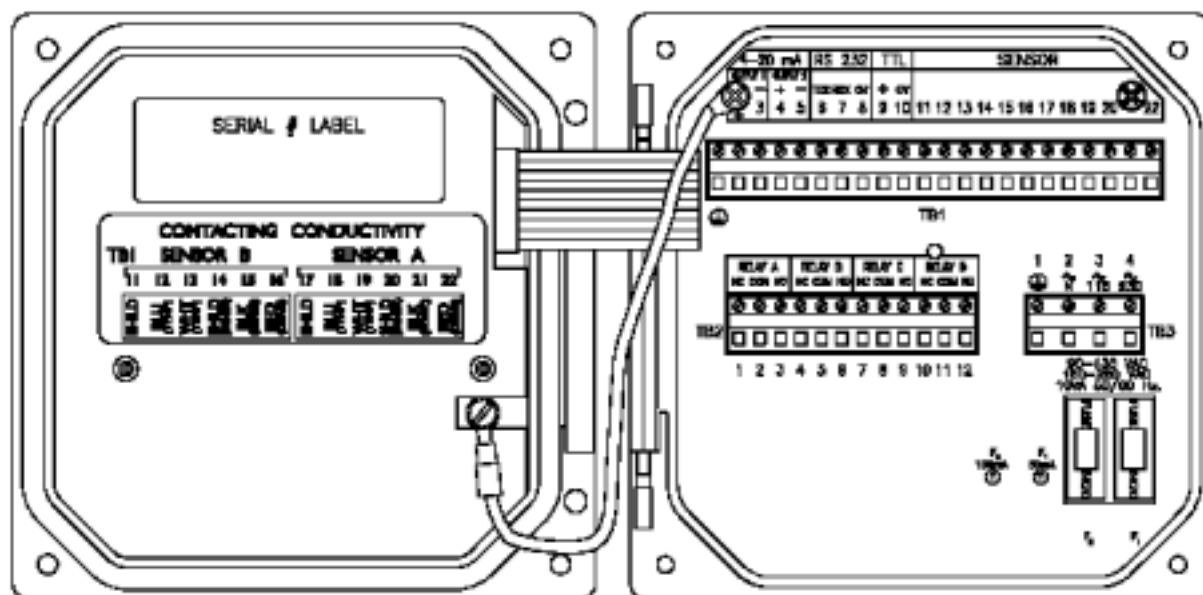

图 2-4 序列号前缀为“A”或者无的测定仪的接线端标识
- 对于序列号前缀为“A”为无的测定仪(图 2-4), 连接到 TB1 上的“ground symbol (地线标识)”接线端。